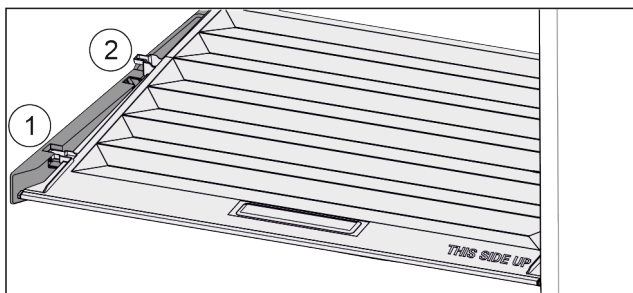

Fig. 32
- ▶ Pokrywę pociągnąć do przodu Fig. 32 (1), aż otworzy się w elementach trzymających.
- ▶ Podnieść tył od dołu i w wyjąć Fig. 32 (2) go do góry.